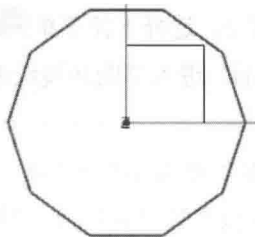
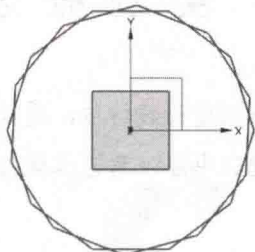
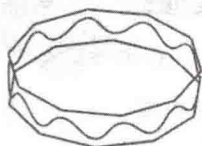

图 1.2.1 多边形 1
图 1.2.2 多边形 2
图 1.2.3 艺术样条
Step2. 创建图 1.2.1 所示的多边形 1。选择下拉菜单 **插入(S)** → **曲线(C)** → **多边形(P)** 命令；在多边形对话框的 **边数** 文本框中输入值 10。单击 **确定** 按钮，单击 **内切圆半径** 按钮，在 **内切圆半径** 文本框中输入值 50，单击两次 **确定** 按钮，然后单击 **取消** 按钮，完成多边形 1 的创建。
Step3. 创建图 1.2.2 所示的多边形 2。选择下拉菜单 **插入(S)** → **曲线(C)** →
④ **多边形(P)**命令，在多边形对话框中的**边数**文本框中输入值 10。单击 **确定**按钮，单击 **内切圆半径**按钮，在**内切圆半径**文本框中输入值 50，在**方位角**文本框中输入值 15，单击 **确定**按钮，系统弹出“点”对话框。在“点”对话框**输出坐标**区域的**Z**文本框中输入值 20，单击 **确定**按钮，然后单击 **取消**按钮，完成多边形 2 的创建。
Step4. 创建图 1.2.3 所示的艺术样条。选择下拉菜单 **插入(S)** → **曲线(C)** → **艺术样条(A)**命令；在**类型**区域的下拉列表中选择 **根据极点**选项，在**参数化**区域的**次数**文本框中输入值 2，选中 **封闭**的复选框，其他参数采用系统默认设置值；在指定极点位置依次选取图 1.2.1 和图 1.2.2 所示的边线的端点为参考，单击 **确定**按钮，完成艺术样条的创建。